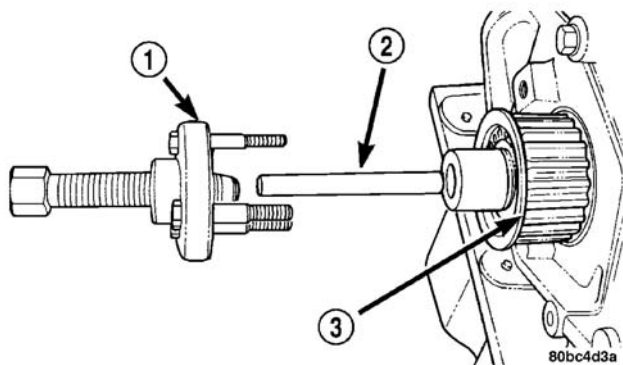

图 119 曲轴链轮-拆卸
(1) 断开蓄电池负极电缆。
(2) 拆卸正时皮带。（请参阅第 9 单元-发动机/气门正时/正时皮带/链条与链轮-拆卸）
(3) 使用专用工具 6793 和 C-4685-C2，拆卸曲轴链轮（图 119）。